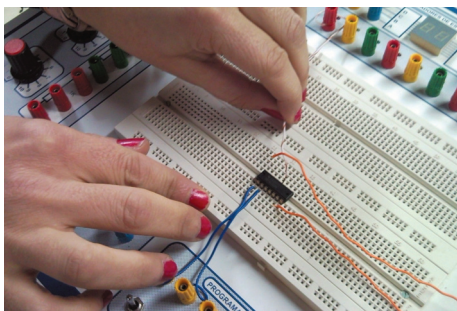

Fig. 1.19.
1. Coloca los dos circuitos integrados sobre la placa BOARD. Realiza las conexiones de alimentación para ambos:  $V_{cc}$  al positivo de la fuente de alimentación y GND al negativo (Fig. 1.19).